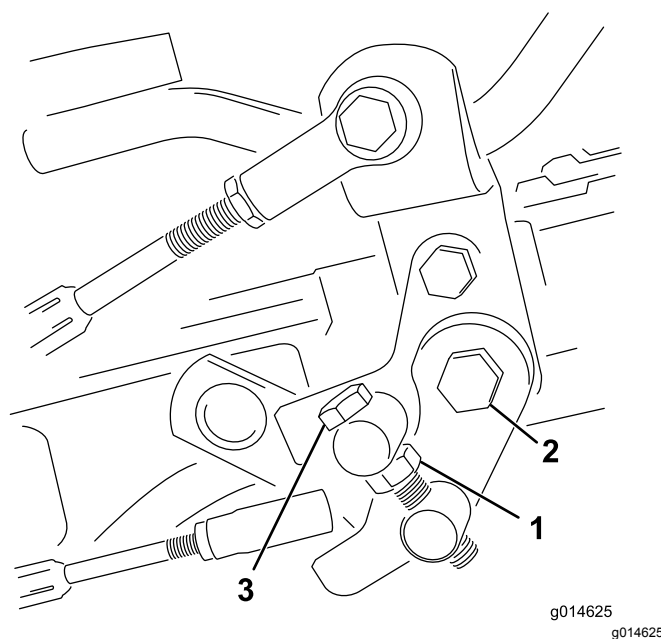

Figura 34
1. Liberte a porca de bloqueio do parafuso do eixo (Figura 34).
4. Aperte a porca de bloqueio no parafuso do eixo e a porca na articulação do pedal para bloquear o ajuste (Figura 34). Verifique o ajuste e ajuste se for necessário.